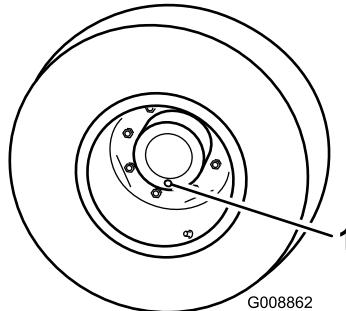

图55
- 将机器放在水平地面上将车轮放置为检查塞在最低6点钟位置图55。